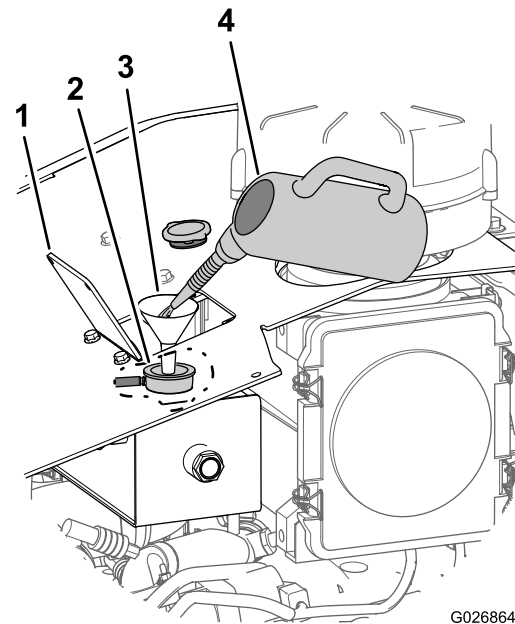

Figure 102
- B. Ajoutez une solution de nettoyage dans le circuit de refroidissement par le goulot de remplissage du vase d'expansion (Figure 102).